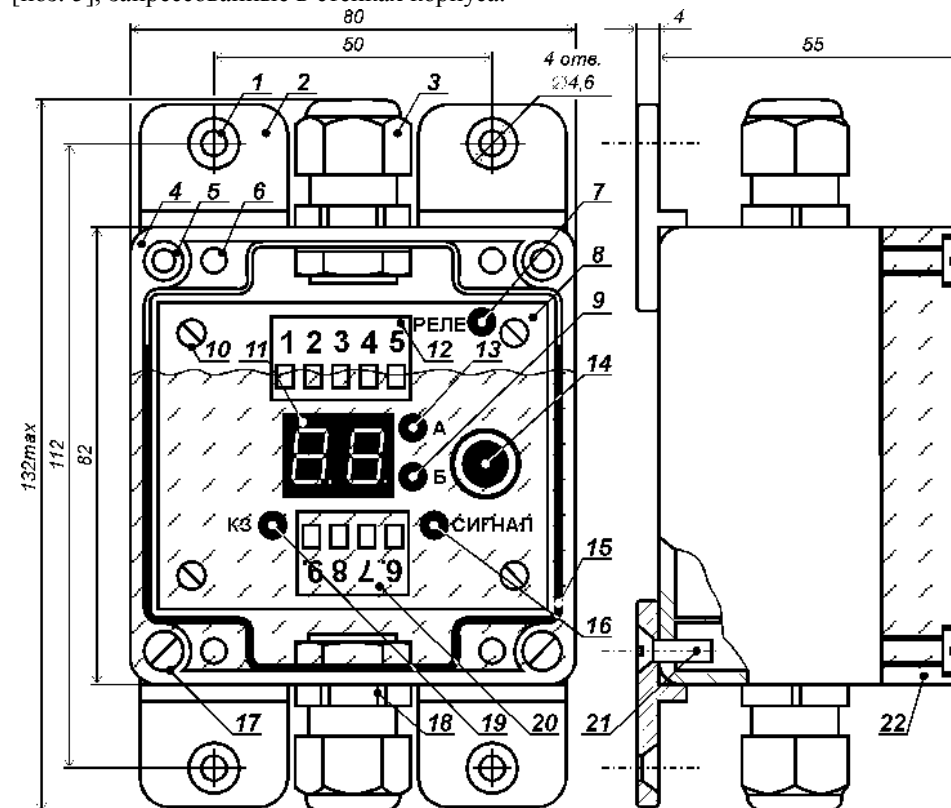
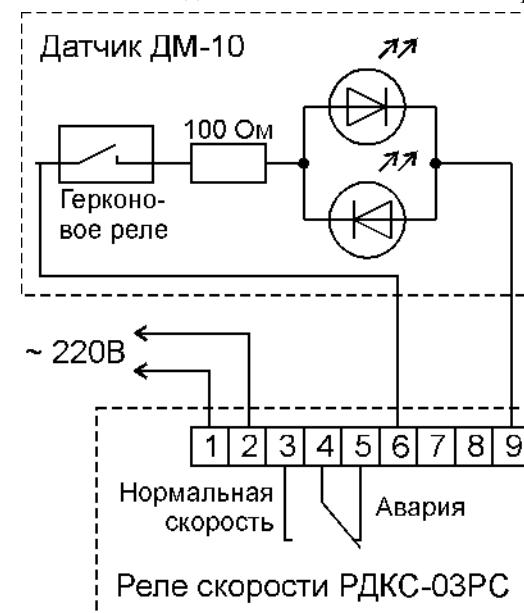

Рис. 1. Конструкция реле скорости РДКС-03РС.
Рис. 3. Схема подключения РДКС-03.
Конструкция РС показана на рис. 1. Устройство размещено в пластмассовом корпусе [поз. 4], который закрыт прозрачной крышкой [поз. 22] через уплотнитель [поз. 15] четырьмя винтами [поз. 17]. Винты вворачиваются в резьбовые втулки [поз. 5], запрессованные в стенках корпуса.
- светодиод: «Реле» [поз. 7], показывающий состояние выходных контактов РС. Светодиод горит, когда контакты находятся в положении «Нормальная скорость» (рис. 3);
Схема подключения УКС показана на рис. 3.
РС монтируется либо вблизи контролируемого механизма, либо в электрощитовом помещении, рядом с его пусковой аппаратурой. Для крепления РС служат четыре винта М4х10 из комплекта поставки. Винты вворачиваются в установочные отверстия РС [поз. 1 на рис. 1].
Клеммы РС рассчитаны на использование проводов сечением от 0,5 до 2,5 мм². Клеммы 1 и 2 РС служат для подачи напряжения электропитания (см. рис. 3), а клеммы 3, 4 и 5 – для блокировки контролируемого механизма. Датчик ДМ-10 в произвольной полярности подключается к клеммам 6 и 9, а клеммы 7 и 8 РС не используются. Для подключения проводов к разъёмным клеммным рядам РС необходимо отсоединить клеммные колодки от печатной платы, осторожно потянув их вверх. Затем следует провести кабели через гермовводы и подключить провода к клеммам, после чего вновь присоединить колодку к печатной плате РС до фиксации.
При отсутствии сетевого напряжения на клеммах 1 и 2 РС контакты встроенного электромагнитного реле находятся в положении «Авария» (рис. 3).
После подачи питания и до нажатия на энкодер [поз. 14 на рис. 1] РС находится в режиме «Работа». Светодиод «А» [поз. 13 на рис. 1] горит, если скорость механизма выше номинальной, а светодиод «Б» [поз. 9 на рис. 1] – если ниже. Цифровое табло [поз. 11 на рис. 1] показывает процент отклонения текущей скорости механизма от номинальной. Если отклонение превысило заданный порог и это превышения длится дольше заданной задержки, то контакты выходного реле РС переходят в положение «Авария» (рис. 3). При изменении скорости на 50 % и более задержка отсутствует. Цифровое табло отображает зафиксированный процент изменения скорости: если скорость в момент отключения была выше номинальной, то горит светодиод «А», а если ниже – то светодиод «Б». В случае принудительного (минуя контакты РС) пуска механизма, когда его скорость войдёт в допустимый диапазон и пройдёт заданное время задержки, контакты реле вернутся в положение «Нормальная скорость» (рис. 3).
В режиме «Автонастройка» РС запоминает текущую скорость объекта, в дальнейшем принимая её за номинальную (за 100%). Контакты реле переходят в положение «Нормальная скорость» (рис. 3) и одновременно мигают светодиоды «А» и «Б».
4. Если при подаче на РС сетевого напряжения загорается светодиод «КЗ» [поз. 19 на рис. 1], то следует устранить короткое замыкание в линии связи между датчиком и РС.
7. Три раза нажав на энкодер [поз. 14 на рис. 1], войти в режим «Автонастройка» (должны одновременно мигать светодиоды «А» [поз. 13 на рис. 1] и «Б» [поз. 9 на рис. 1]).